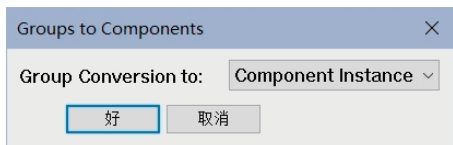
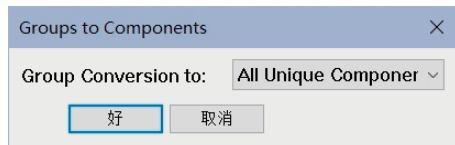

图 2.2.10 所有被选群组转换成相同组件
图 2.2.11 所有选中群组转换成不同组件
- “群组”转“组件”：选中一个或一些群组，再单击该工具，在弹出的对话框中，图 2.2.10 是默认状态，所有被选的群组转成相同的组件；图 2.2.11 中所有被选中的群组转换成各自不同的组件。